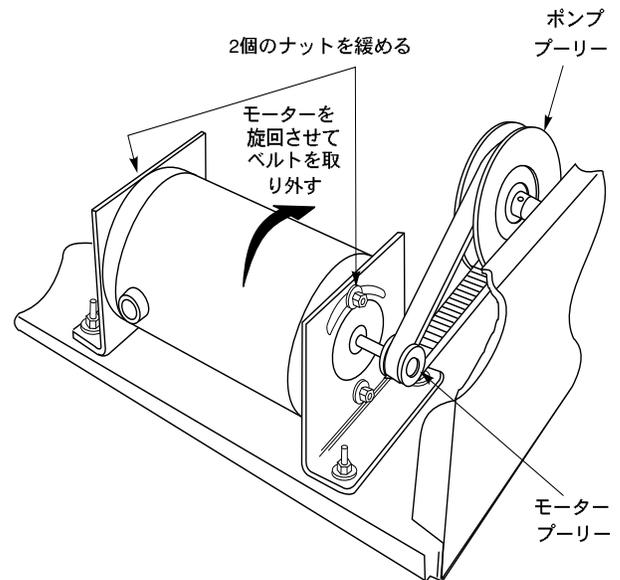

図 14. ベルトを交換する
3. 図14を参照し、モーター取付け用ブラケットの上部にモーターを固定している2個のナットを緩めます (ただし外してしまわないこと)。